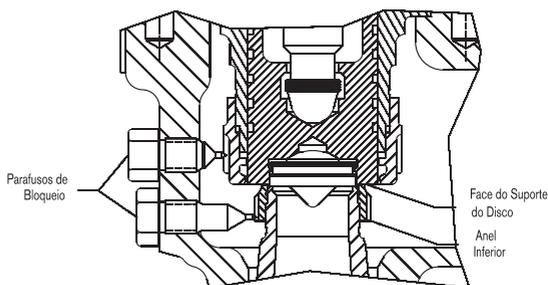

Figura 03
- 5 Mova o anel inferior (**03**) para cima (sentido anti-horário) até o contato com a face do suporte do disco (**Figura 03**).